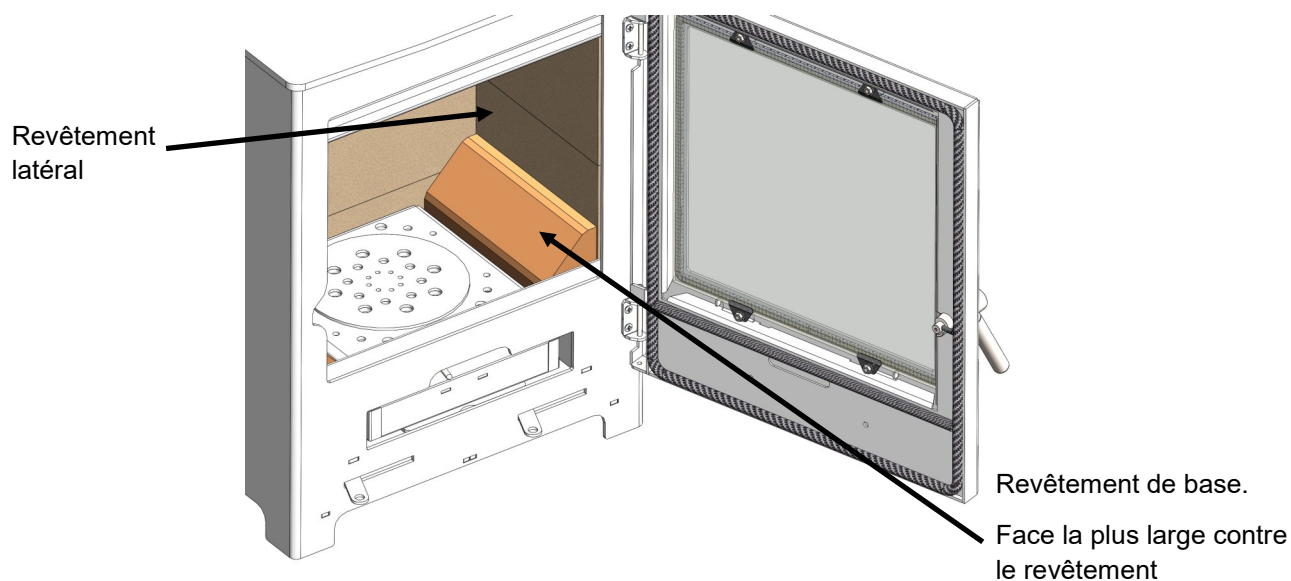

Figure 2. Mise en place du revêtement de base
Étape 4 : Prenez l'un des revêtements de base en céramique pour combustible solide et placez-le dans la chambre de combustion, à côté de la grille tournante. Veillez à ce que le côté le plus large de ce revêtement soit contre le revêtement latéral. Voir figure 2.